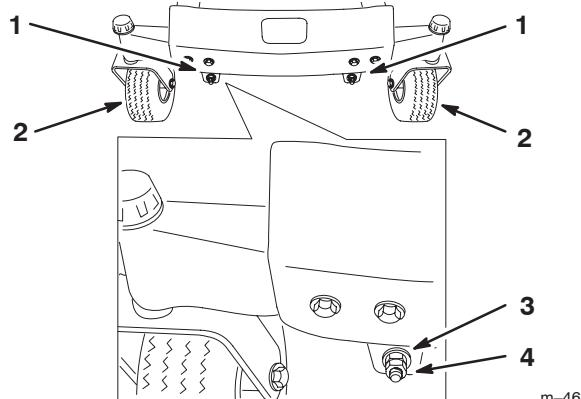
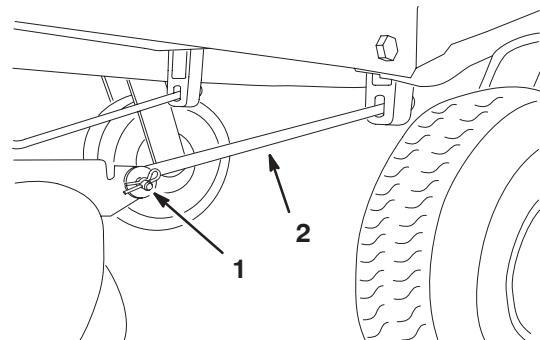

Figure 42
Figure 44
10. Pour régler l'inclinaison avant/arrière des lames, retirez les contre-écrous et tournez les écrous de réglage à l'avant du plateau de coupe (Fig. 42).
12. Après avoir réglé uniformément les écrous, contrôlez de nouveau l'inclinaison avant/arrière. Poursuivez le réglage des écrous jusqu'à ce que la pointe avant de lame soit de 1,6 à 7,9 mm (1/16–5/16 pouce) plus basse que la pointe arrière (Fig. 42).
Remarque : Après avoir réglé les écrous de réglage, vérifiez qu'aucune des tiges de support ne présente de jeu (Fig. 44). Serrez l'une ou l'autre pour supprimer le jeu (Fig. 42).
- Retirez la goupille fendue et l'axe de chape de la tige de support avant de chaque côté du plateau de coupe (Fig. 44).
7. Fixez les tiges de support avant à la machine à l'aide des axes de chape et des goupilles fendues (Fig. 44).